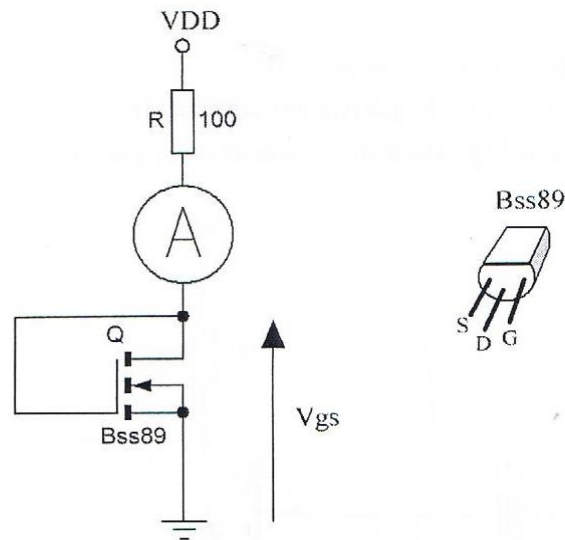

Figure 9 : Procédure de détermination des paramètres du MOSFET
- Réaliser le montage comme indique sur la figure 9